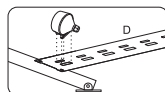

Figura 5
- 5) Instale los conos de plástico negros en el soporte inferior de los tubos (D) como se muestra en la **Figura 5**.